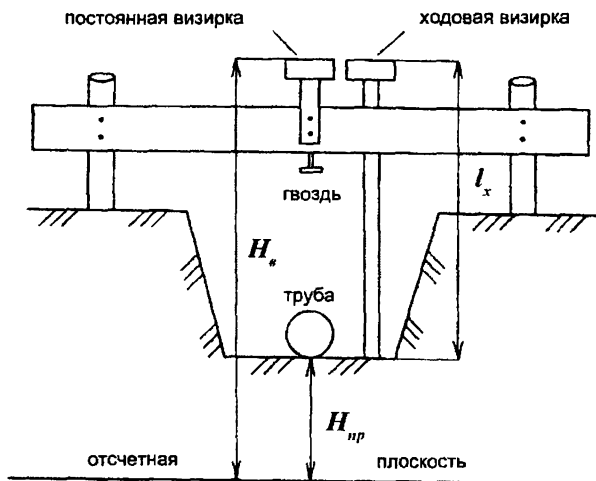

Рис. 4.18. Обноски на траншее
Повороты коммуникации, колодцы и прямые участки через каждые 50 м и на перегибах местности *закрепляют* обносками, так как осевые кольца при рытье траншеи будут уничтожены. *Обноска* представляет собой два столба по разные стороны от оси траншеи, соединенные горизонтальной доской на высоте около 1 м (рис. 4.18). Столбы прочно вкапывают в землю на расстоянии 1,5-2 м от внешнего контура траншеи. *Ось траншеи* переносят теодолитом на доску обноски и закрепляют снизу гвоздем. Проволока, натянутая через гвозди соседних обносок, является осью коммуникации.
**Ходовая визирка** представляет собой вертикальную рейку в виде буквы Г. Ее длину  $l_x$  вычисляют как разность отметки  $H_a$  постоянной визирки и проектной отметки  $H_{np}$  дна траншеи под постоянной визиркой (рис. 4.18):